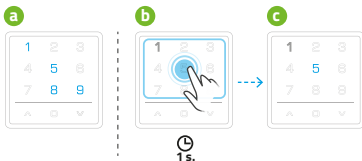

fig. 9.1
1. L'activation en touchant avec le doigt dans le champ numérique. Dans ce mode, le canal qui a été touché sera activé. La télécommande attend une commande pour le canal sélectionné ou la sélection des canaux - **fig. 9.1.**